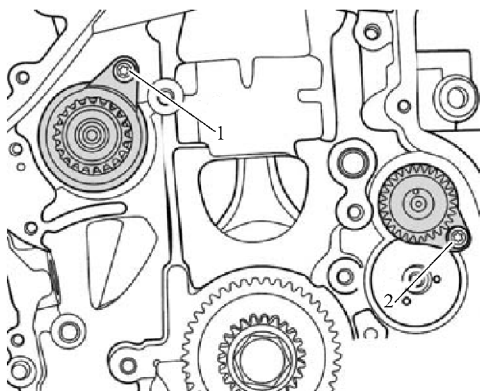

图 9-6 取下两侧平衡轴
4) 如图 9-6 所示, 旋出螺栓 2, 取下进气凸轮轴的平衡轴。
7) 安装进气凸轮轴的平衡轴并拧紧螺栓 2, 如图 9-6 所示。
16) 安装排气凸轮轴的平衡轴并拧紧螺栓 1，如图 9-6 所示。